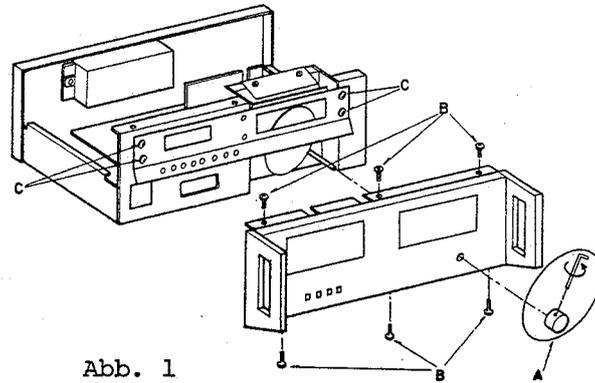

Abb. 1
- 2) Lockere eine Befestigungsschraube mit einem heptagonalen Schraubenschlüssel mit 2 mm Kantenabstand und ziehen Sie den Abstimmknopf heraus. (in Abb. 1 mit A gekennzeichnet).
- 4) Drehen Sie sechs Befestigungsschrauben (in Abb. 1 mit B gekennzeichnet) heraus und nehmen Sie die Frontseite nach vorne ab.
- 5) Drehen Sie sechs Befestigungsschrauben heraus (in Abb. 1 mit C gekennzeichnet) und nehmen Sie die Schutzplatte ab.